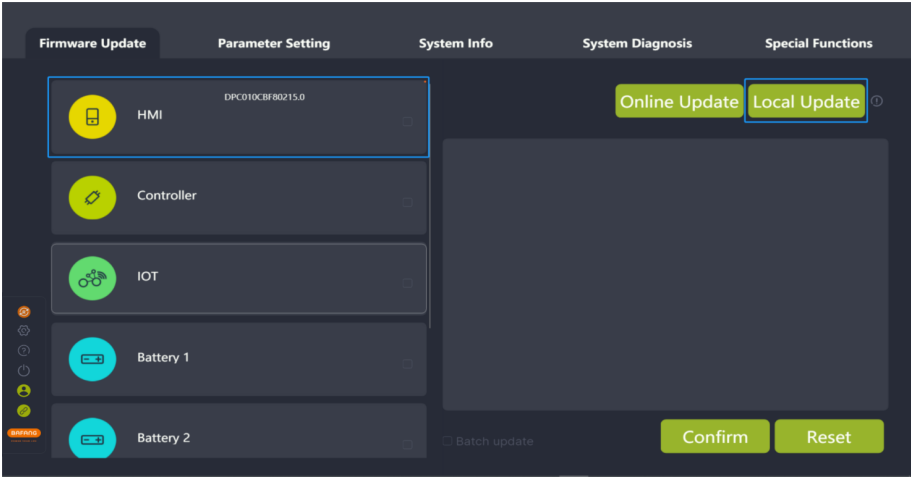

图 4-12 本地升级
- 1. 如果是本地升级，点击“本地升级”从本地选中需要升级的固件（如图 4-12）；